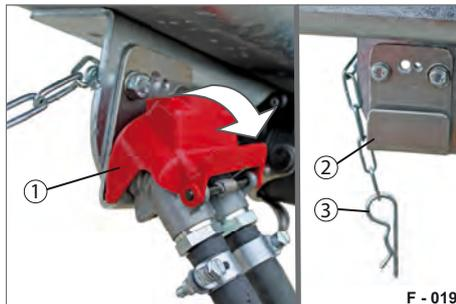

Abb. 22 Duo-Matic auf Parkkonsole
- ▶ Federstecker (Abb. 22/3) aus der Parkkonsole (Abb. 22/2) herausziehen.
- ▶ Verschlussdeckel (Abb. 22/1) abdrücken.